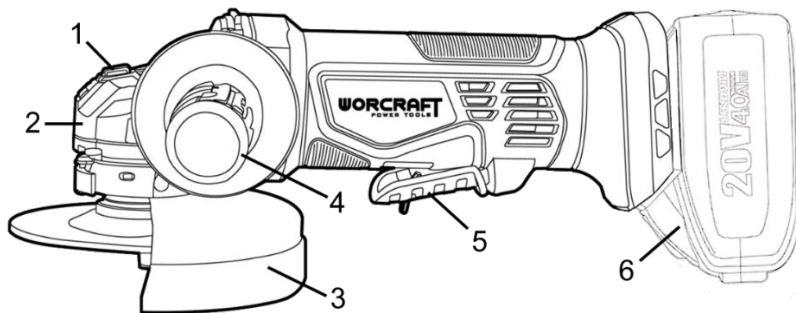
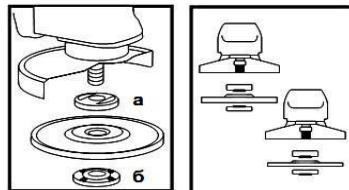

Рисунок 1
Рисунок 2
4.2 Міцно встановіть передню рукоятку (4, рисунок 1) у відповідний різьбовий отвір.
4.3 Встановіть захисний кожух (3, рисунок 1) у потрібне положення, в залежності від виду роботи та диска, що використовується.
Для цього натисніть на кнопку блокування шпинделя (1, рисунок 1) і перевірте диск до такого положення, при якому він заблокується. За допомогою фланцевого ключа з комплекту постачання, відверніть і зніміть затискну гайку (6, рисунок 2). Встановіть абразивний диск на посадкове місце фланцевої шайби (а, рисунок 2), наживіть рукою затискну гайку на шпindel і затягніть її за допомогою фланцевого ключа з комплекту постачання. Відпустіть кнопку блокування шпинделя та переконайтеся в тому, що вона вивільнена, шляхом дво- або триразового натискання. Перевірте диск і впевніться, що шпindel розблокований. При встановленні диска з утопленим центром завжди розміщуйте його випуклою стороною до фланцевої шайби (дивіться рисунок 2).
4.9 Не перевантажуйте виріб. Слідкуйте за температурою корпусу редуктора (2, рисунок 1) та двигуна, яка не повинна перевищувати 70 °С. Якщо виріб нагрівся, дайте йому можливість кілька хвилин попрацювати без навантаження. При роботі дотримуйтеся циклічності: 15 хвилин роботи – 15 хвилин перерви (або час перерви повинен бути не менше часу роботи).